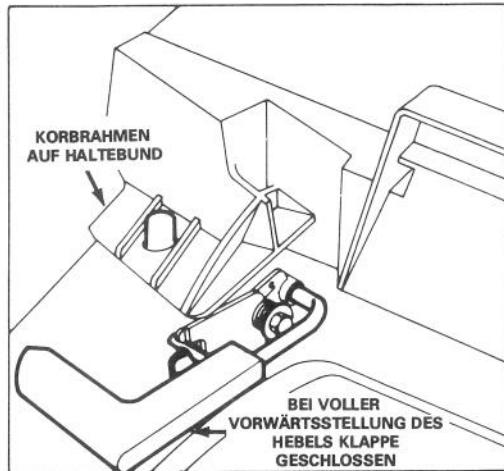

Bild 4
MULCHER — Wenn das Gras im Sommer langsamer wächst und trockener ist, durch Verschließen der Schüttklappe mulchen (Bild 4). Aus Schutz - und praktischen Gründen den Grasfangkorb am Mäher lassen.
6. SACKENTLEERUNG — Führungsholm loslassen und Stillstand des Schneidwerks abwarten. Auswurfklappenhebel nach vorn bewegen, um Einrasten des Verriegelungsbolzens mit Sperrklinke zu bewirken (Bild 4). Vordere und hintere Griffe am Fangkorb fassen und den Fangkorb vom Mäher abheben. Hände und Füße aus Schutzgründen immer vom Mähergehäuse fernhalten, solange Motor läuft. Zur Entleerung der Grasabschnitte den Fangsack behutsam nach vorn kippen.